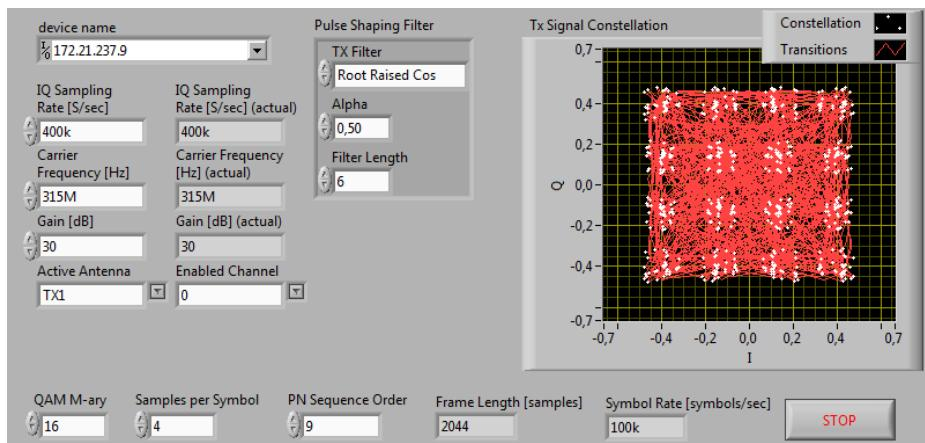

Figura 17: Ejecución del VI de modulación QAM.
- 1) Abra el archivo **USRPEX_QAM_TX.vi** que corresponde al transmisor. Ajuste los parámetros de manera que sean idénticos a los observados en la figura 17. Ajuste la IP del dispositivo que va a utilizar como transmisor.
- 7) Observe los cambios en los diferentes gráficos que se pueden generar en el analizador de modulación vectorial los cuales se pueden apreciar en la figura 17.